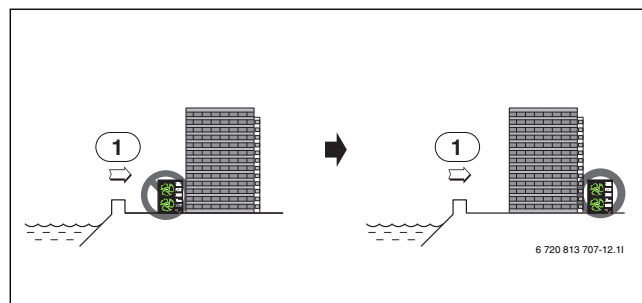

Рис. 14
- ▶ Устанавливайте наружный блок на закрытой от морского ветра стороне (→ рис. 14).